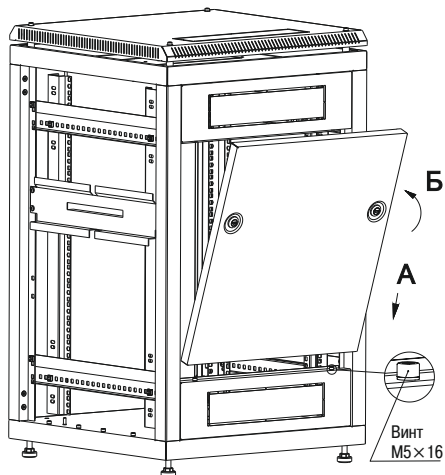

Рисунок 9 – Установка панели задней в шкаф
3.2.2 Для установки панели в шкаф необходимо установить два винта M5×16 с цилиндрической головкой в нижний ввод кабельный, затем состыковать круглые посадочные отверстия панели с винтами, установленными на нижнем вводе кабельном, затем перевести язычки замков в положение «закрыто» (рисунок 9).